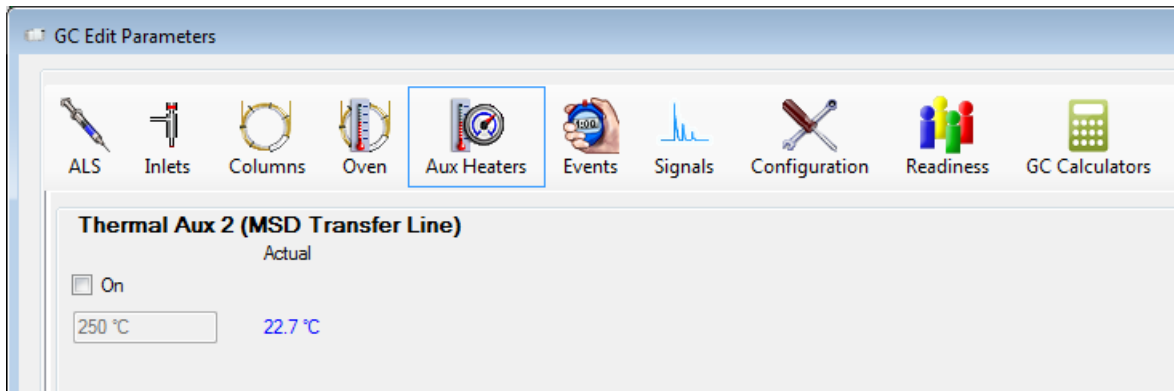

Figura 26 Ajuste de la temperatura de la interfaz
- 2 Haga clic en el icono **Aux Heaters** para editar la temperatura de la interfaz. (Consulte la Figura 26.) En este ejemplo, la temperatura de la interfaz GC/MS se ha configurado como el parámetro Thermal Aux 2.